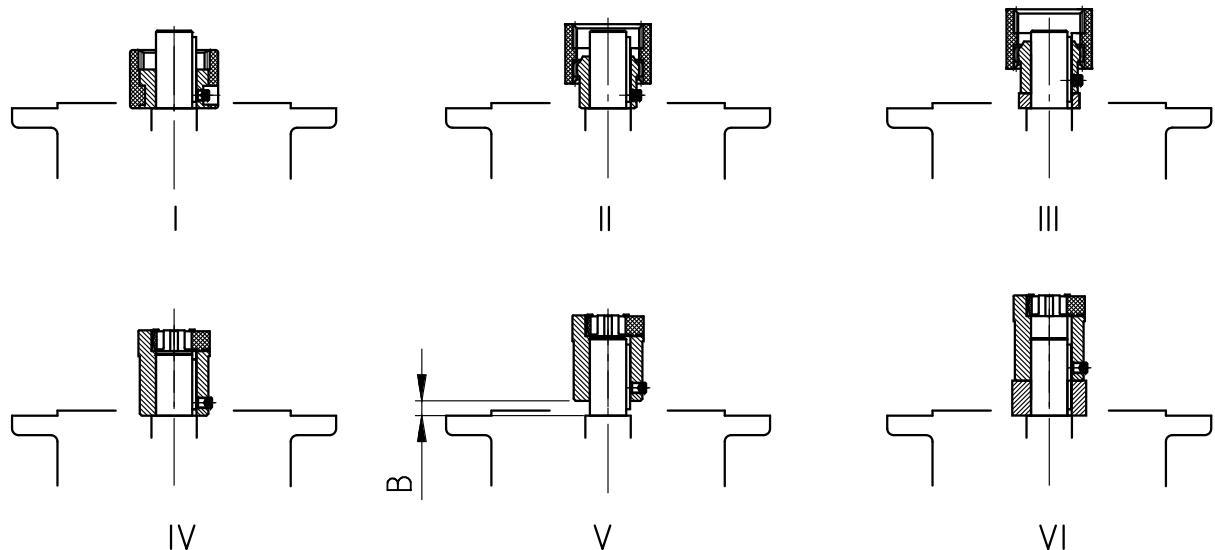

Fig. 16:Montering av koblingen på motorakselen ved forskjellige koblingskonstruksjoner
3. Plasser koblingshalvdelen på motorakselen slik at motorpassfjæren griper inn i sporet på koblingshalvdelen. Trekk i koblingshalvdelen i henhold til instruksjonene fra motorprodusenten. For standard tannhjulsgir må du være oppmerksom på målet B mellom koblingshalvdelen og kragen (se "Fig. 16"). Med enkelte**NEMA adapttere** stiller du inn posisjonen til koblingen i henhold til informasjonen på det vedlagte klistermerket.
4. Monter den medfølgende passfjæren (se "Fig. 16:Montering av koblingen på motorakselen ved forskjellige koblingskonstruksjoner").
8. Monter motoren på adapteren. Monter samtidig den medfølgende tannkransen eller tannhylsen (se N360TC Fig. 16:Montering av koblingen på motorakselen ved forskjellige koblingskonstruksjoner). For adapteren AN360TC og AN400TC festes først adapterflensen til motoren og deretter skrus motoren på adapteren.